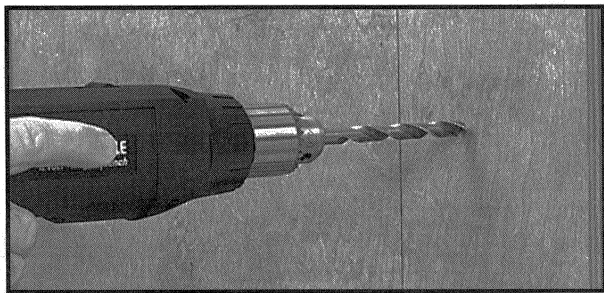

Fig. 7
**ADVERTENCIA:** La parte delantera del taladro puede cargarse si usted taladra un alambre cargado (vivo) en una pared. PARA PREVENIR UN CHOQUE ELECTRICO, HAY QUE AGARRAR EL TALADRO SEGUN LA ILUSTRACION DE FIG. 7.